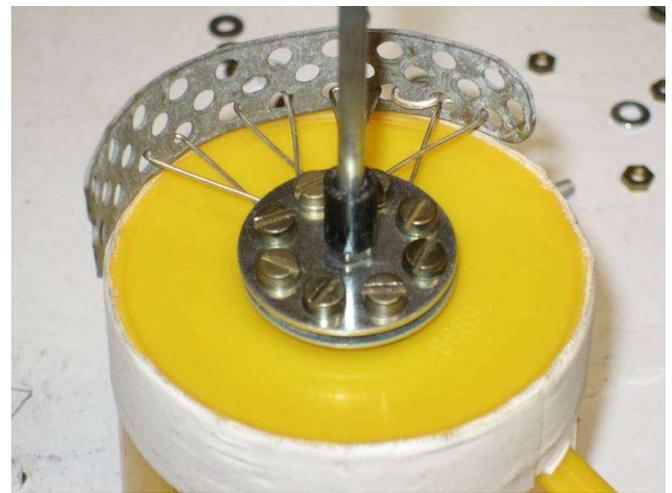

Abbildung 10
4. Baustufe - Bespeichung Nabeninnenseite: In diesem Beispiel wird eine schwarze Kunststoffhülse von 10 mm Länge als Nabenachse verwendet. Sie wird auf das lange Ende der Achse aufgesteckt und bestimmt die Breite der gesamten Nabe. Den Überstand der Achsenaußenseite in den Becherboden stecken und im Becherinneren verschrauben [Abbildung 10].